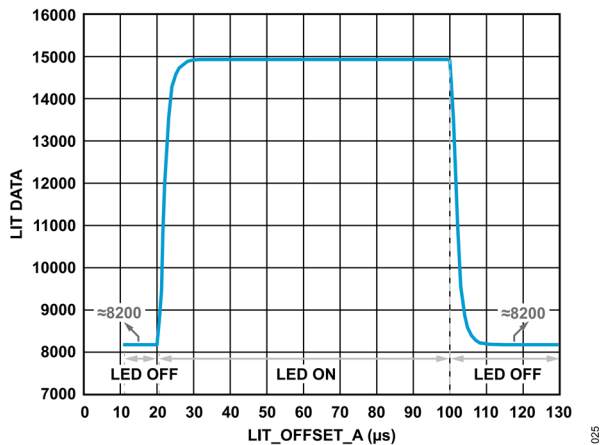

図 25. OSRAM FIREFLY CT DBLP31.12 (緑色 LED) のタイミング
- 明データの平均値と LIT\_OFFSET\_A をプロットします。光学デバイス (例えば OSRAM FIREFLY® CT DBLP31.12) の応答時間を図 25 に示します。